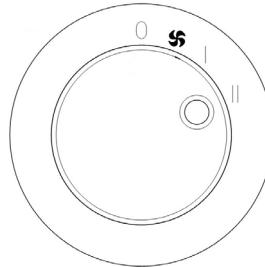

fig. 5
- *To activate MAXIMUM POWER function, turn knob "B" (fig. 1) so that reference mark "I" is aligned with the "II" symbol on the control panel (fig. 5).*
- Pour activer la fonction PUISSANCE MAXIMALE, tourner la molette "B" (fig. 1) de telle sorte que la référence "I" soit alignée sur le symbole "II" présent sur le pupitre de commande (fig. 5).